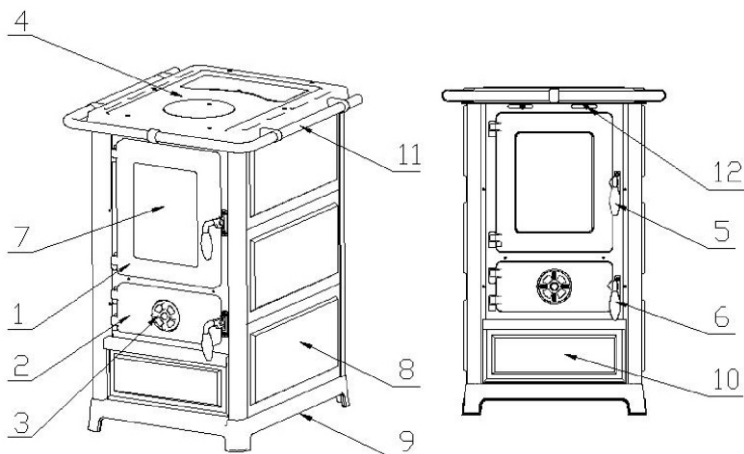

Рисунок 1
Верхняя поверхность - чугунная варочная поверхность (рисунок 1, позиция 4), с круглой вставной частью – конфоркой и крышкой пространства для чистки. Герметичность между варочной поверхностью и корпусом печи обеспечивает безасбестовый шнур.
Дверца топочной камеры (рисунок 1, позиция 1) - чугунная и оснащена термостойким стеклом, дверца зольного ящика (рисунок 1, позиция 2) - чугунная с регулятором подачи воздуха (воздушная заслонка, регулирующая интенсивность горения топлива) (рисунок 1, позиция 3).
### Составные элементы печи (Рисунок 1):
- дверцу зольного ящика оставьте открытым до появления стабильного огня, после закрытия интенсивность горения регулируйте с помощью регулятора подачи воздуха (рисунок 1, позиция 3);
Регулятором первичного воздуха в печи Вы регулируете температуру, мощность и скорость сгорания топлива (Рисунок 1, позиция 8). Регулятор вторичного воздуха предназначен для ускорения процесса сгорания топлива, и чтобы стекло дверцы топочной камеры оставалось чистым. Комбинированием первичного воздуха находится на дверце зольного ящика и вторичного (задвигка находится над дверцей топочной камеры, (рисунок 1, позиция 7), достигается желаемая интенсивность горения.